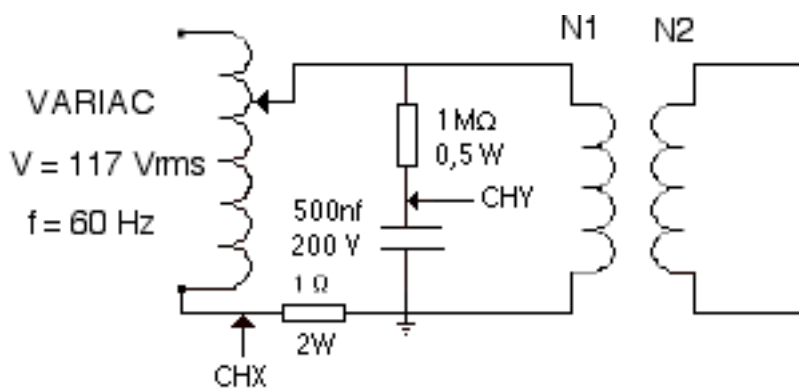

Figura 9.3
- 17.- Monte el circuito de la figura 9.3 para obtener el ciclo de Histéresis del transformador utilizando el osciloscopio en la modalidad X-Y.